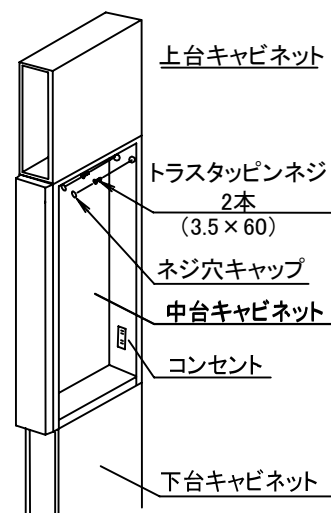

図10-14
④中台キャビネットの後板上方の壁面取付け用下穴よりネジ(トラスタッピンネジ3.5×60)2本で桟木に固定してください。(図10-14)
⑤中台キャビネットの後板の壁面取付け用下穴にネジ穴キャップをはめ込んでください。(図10-14)
⑥棚板を設置してください。(取扱説明書P6参照)
⑦下台キャビネットの扉を元通りにセットしてください。